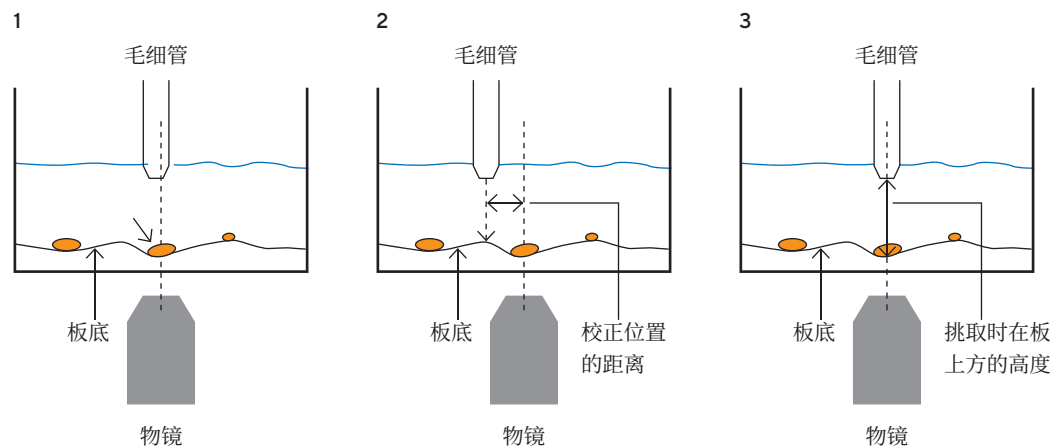

图 1. 工具传感器原理图和工作流程。(1) 机械臂移动至挑取位置上方校正过的 Z 轴高度，(2) 载物台在 Y 方向上偏移，以确保高度测量不会直接在目的颗粒位置进行，(3) 机械臂在缓慢向下使毛细管挑头向板底移动（虚线），直到高度传感器检测到板底。
- **自动板高度感应器**——加强对不平整板表面的孔底检测(图 1)